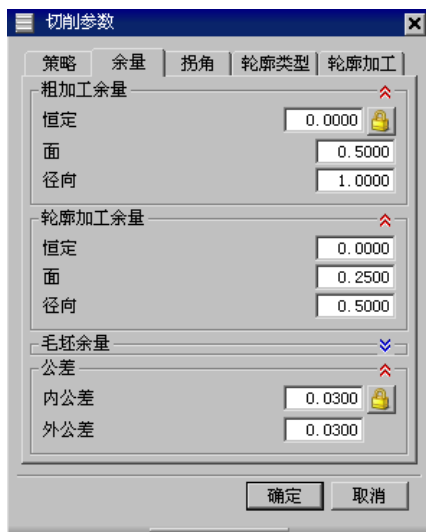

图 9.12 “余量”选项卡
Step2. 在“切削参数”对话框中单击“余量”选项卡，设置图 9.12 所示的参数。